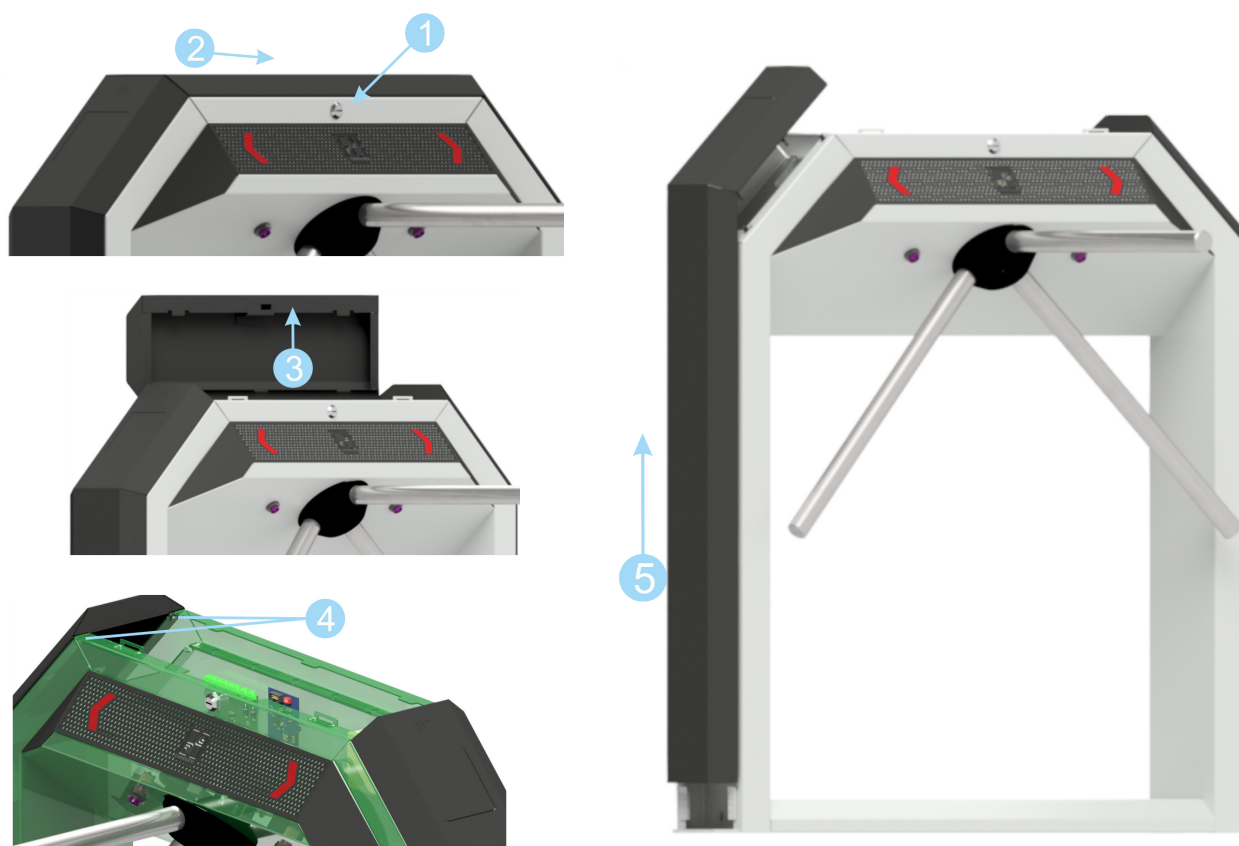

Рисунок 7.4.2 – Разборка кожухов турникета «STR-03».
- 1 Получить доступ к монтажному основанию и контроллеру управления турникетом, для этого необходимо выполнить следующие действия (см. рисунок 7.4.2):